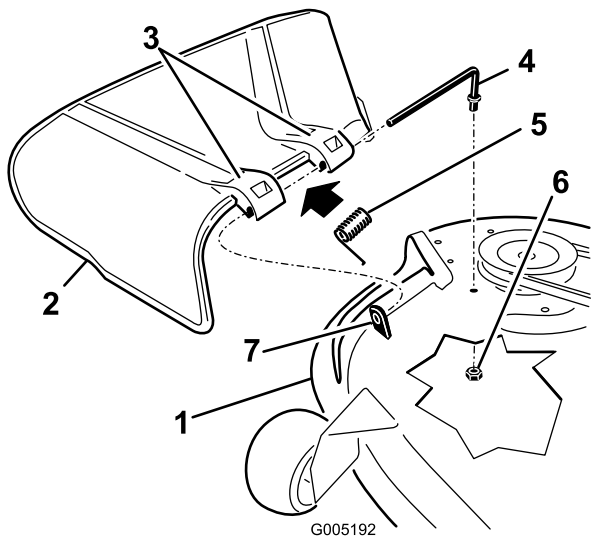

Figura 77
1. Retire la tuerca ($\frac{3}{8}$ ") de la varilla debajo del cortacésped (Figura 77).
2. Retire la varilla del espaciador corto, del muelle y del deflector de hierba (Figura 77).
4. Vuelva a colocar el deflector de hierba (Figura 77).
7. Deslice la varilla por el segundo soporte del deflector de hierba (Figura 77).
9. Sujete el extremo trasero de la varilla en el cortacésped con una tuerca ($\frac{3}{8}$ "), como se muestra en la Figura 77.